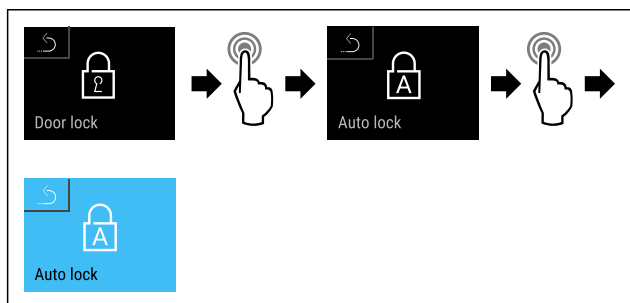

Fig. 80
- ▶ Eseguire i passi (vedere Fig. 80).